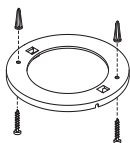
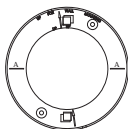

FIGURA 4
FIGURA 5
3. Después de seleccionar la ubicación adecuada para la alarma contra humo, como se describe en la Sección 1, conecte la placa de montaje al cielo raso como se muestra en la Figura 4. Para instalar la alarma en la pared, consulte la Figura 5. Coloque la placa de montaje en la pared. Asegúrese de que el texto "UP FOR WALL MOUNTING" y la flecha apunten hacia arriba. Use los tornillos y anclajes que se proporcionan para fijar la placa de montaje en su lugar (use una broca de 3/16 de pulg. para hacer los orificios para los anclajes).